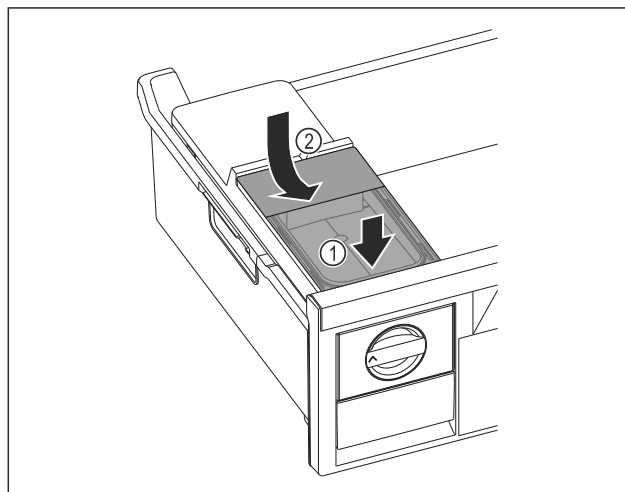

Fig. 101
- ▶ Pange veepaak eest kohale. Fig. 101 (1)
- ▶ Laske veepaak taga alla. Fig. 101 (2)